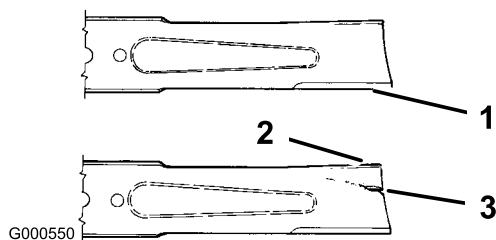

Bild 35
2. Efterse skærekanten (Bild 35). Hvis kanterne ikke er skarpe eller har hakker, skal kniven afmonteres og slibes. Se afsnittet Slibning af skærekniven.
3. Efterse skærekniven, især det buede område (Bild 35). Hvis kniven er beskadiget eller slidt, eller hvis der er antydning af en revne i dette område (Bild 35), skal du straks montere en ny kniv.